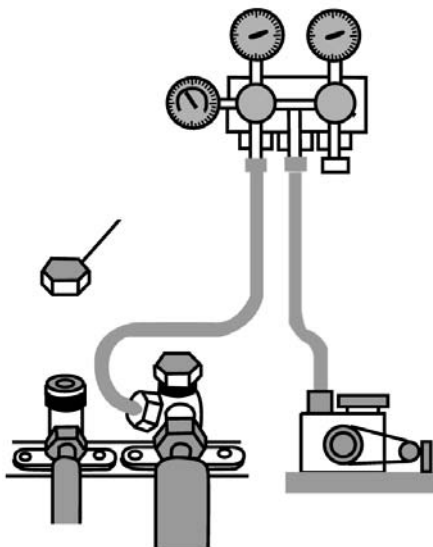

Fig. 9
2. Collegare i tubi flessibile alla pompa di vuoto, (fate riferimento all'istruzione della pompa di vuoto in possesso esempio Vedi fig. 9).